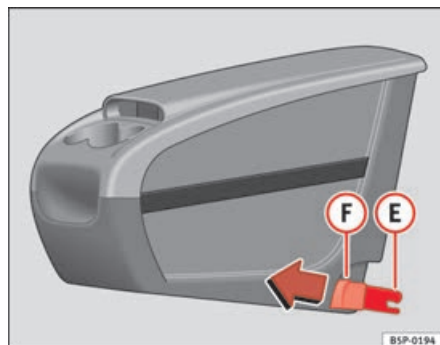
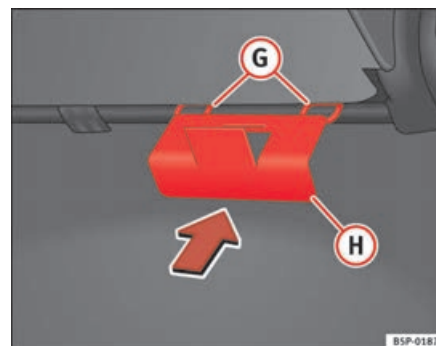

Fig. 112 Cassetto portaoggetti estraibile. Montaggio
Fig. 113 Piastra di fissaggio del cassetto portaoggetti estraibile
- Collocare dall'interno del veicolo la piastra di fissaggio (H) ⇒ fig. 113 del cassetto portaoggetti estraibile, facendolo passare attraverso la parte posteriore del sedile. Deve essere collocato fra lo schienale e il piano del sedile, nella zona del posto centrale.
- Agganciare i due pezzi di fissaggio (E) ⇒ pag. 145, fig. 112, con i due anelli di fissaggio (G) ⇒ pag. 145, fig. 113 e premere con forza fino a quando le due pinze si incastrano completamente con gli anelli.
- Tirare in avanti entrambi i pulsanti ⇒ pag. 145, fig. 112 (F) delle pinze (pulsanti rossi), fino a quando non si sente lo scatto.